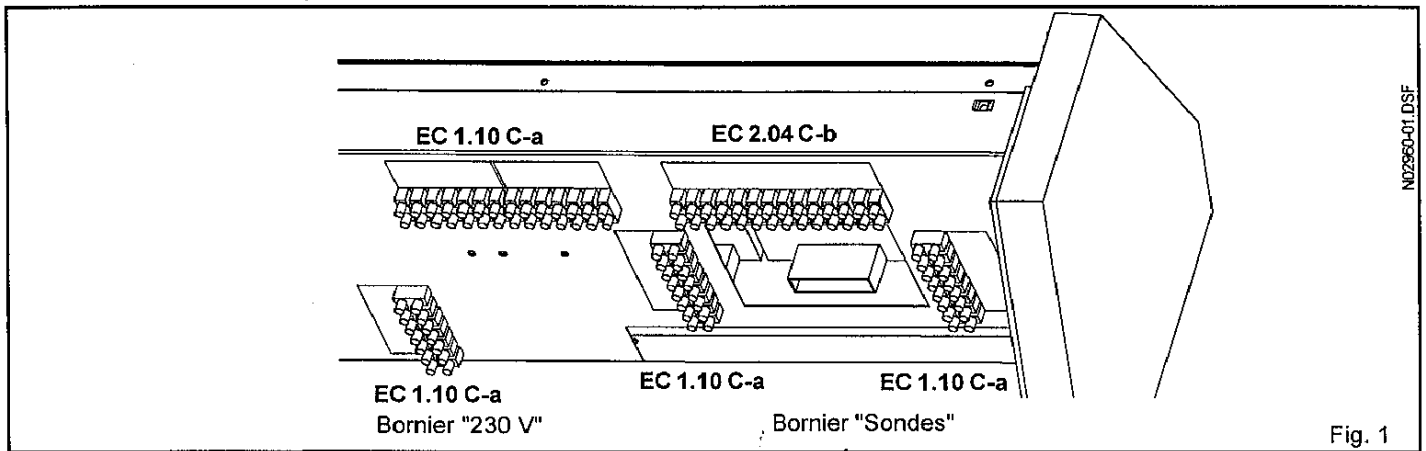

Fig. 1
- Positionner et visser les borniers de raccordement des ensembles de connexion en face des étiquettes correspondantes situées à l'arrière du tableau (fig. 1). Les borniers doivent être positionnés de telle façon que les raccordements extérieurs s'effectuent du côté "étiquette".